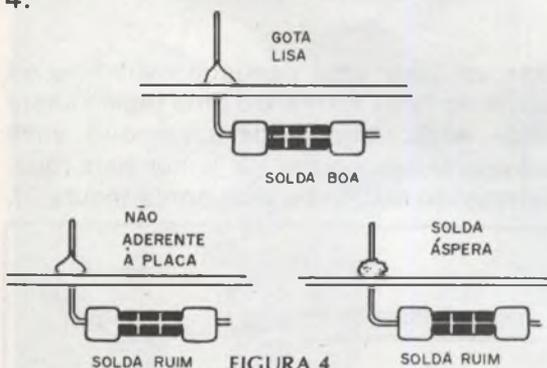

FIGURA 4
c) A aparência: pela aparência de uma soldagem podemos saber se ela está boa ou não. Uma solda bem feita é lisa e brilhante e forma uma gota perfeitamente aderente à placa de circuito impresso ou terminal. A gota envolve totalmente o terminal do componente. Uma gota áspera ou apresentando irregularidades traduz uma solda mal feita, conforme mostra a figura 4.